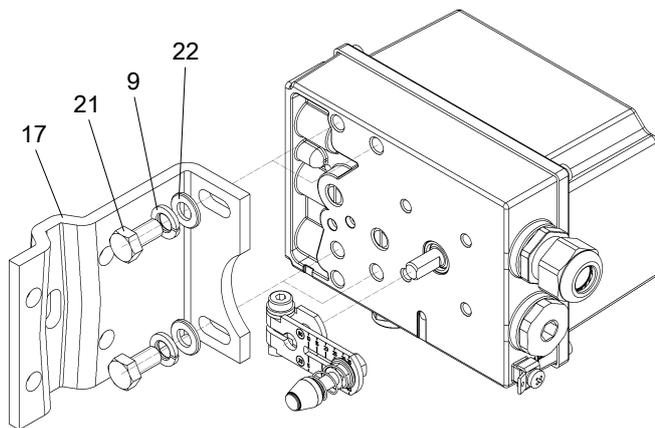

Abb. 12: Montage mit Anbauwinkel
6. Abb. 12: Stellungsregler mit Befestigungswinkel so an Antrieb halten, dass der Stift (1) innerhalb des Abgriffbügels (18) geführt wird.
7. Abgriffbügel (18) festschrauben.
- Antrieb mit Rippe: Sechskantschraube (23), Scheibe (22) und Federring (9).
- Antrieb mit ebener Fläche: Vier Sechskantschrauben (23) mit Scheibe (22) und Federring (9).
- Antrieb mit Säulen: Zwei U-Bolzen (20), vier Sechskantermuttern (24) mit Scheibe (22) und Federring (9).